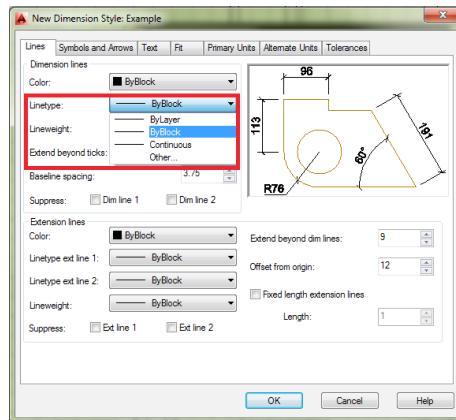

Рис. 87 Настройка типа линии
- **Linetype (Тип линии).** Настройка типа размерной линии (сплошная, пунктирная, и.т.д.) (Рис. 87).